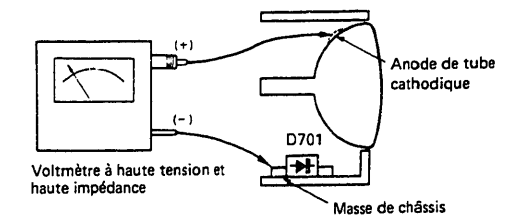

Fig. 1 Raccordement du voltmètre H.T.
2. Raccorder un voltmètre à haute tension entre l'anode du tube cathodique et l'anode de D701, comme représenté sur la Fig. 1.